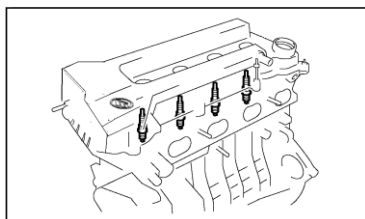

Рисунок II-60
3. Установить свечи зажигания при помощи специальных инструментов (см. Рисунок II-60).